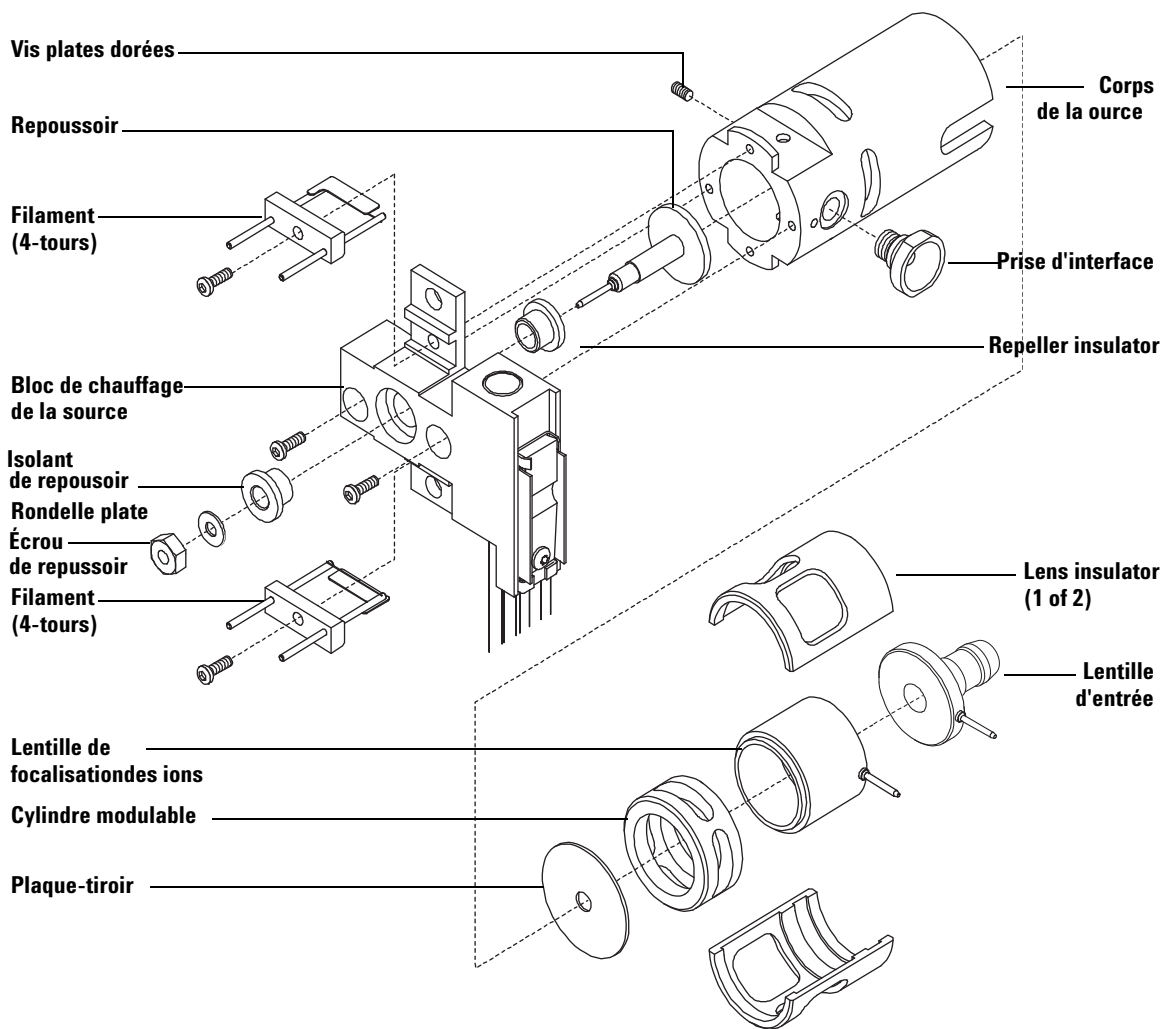

Figure 27 Pour assembler une source EI standard ou inerte
- a Installer la cartouche du bloc repoussoir dans le bloc de chauffage de la source. Voir la section Figure 27 on page 152.
- 2 Insérer la plaque modulaire et le cylindre modulaire dans le corps de la source. Cf. Figure 27.